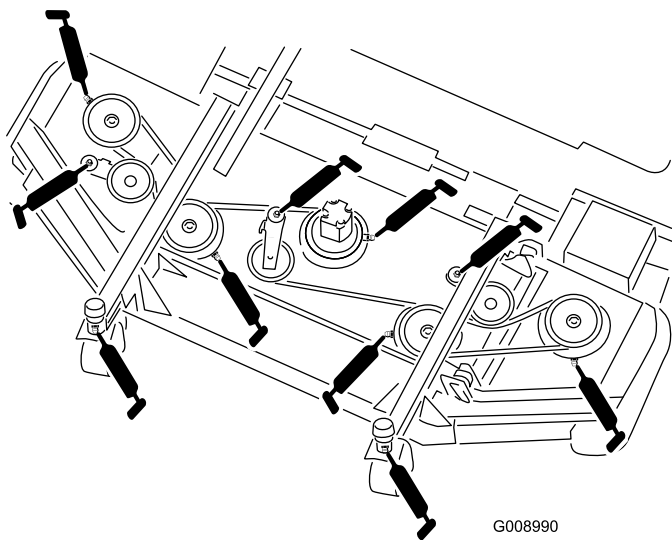

図 54
- ・ キャスタフォークのシャフトのベアリング (2ヶ所) (図 54)
- ・ スピンドルシャフトのベアリング (5ヶ所; スピンドルハウジングにある) (図 54)
- ・ アイドラアームのピボットのブッシュ (3ヶ所; アイドラピボットのシャフトにある) (図 54)